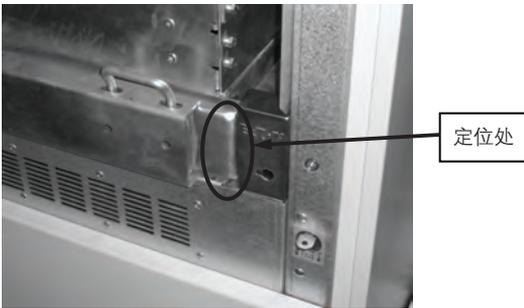

图14 手车 - 开关柜定位
- 解除断路器手车与转运车的锁定位置(使手车两侧的锁舌从定位槽中向中缩回至手车的底盘车内)，将断路器手车用力推入柜体，断路器到达隔离/试验位置后，将手车两侧的定位销插入开关柜两侧长圆形定位孔，把断路器锁定在此位置，见图14所示